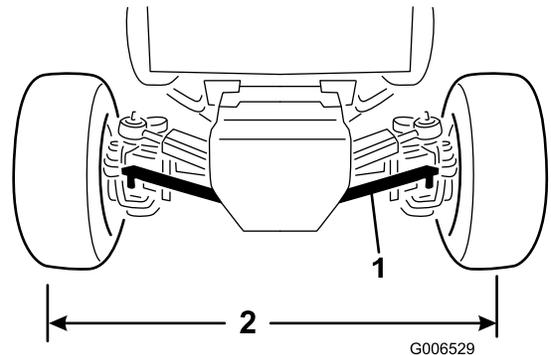

Figura 66
1. Retire o perno de gancho e a porca que fixam uma rótula da barra de ligação ao suporte de montagem no eixo; em seguida, retire a rótula do eixo (Figura 66).
3. Rode a união da barra até que distância centro a centro à frente e atrás das rodas traseiras seja a mesma (Figura 66).